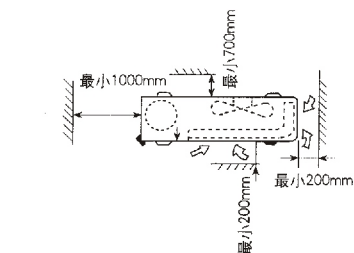

图4 机器户外部分所需空间
(1) 安装场所必须满足如下要求:
- 确定机器四周留有充分空间, 并尽可能地远离障碍物, 以便操作和维修, 见图4。机组安装处应有二个以上方向是敞开的。
(2) 安装